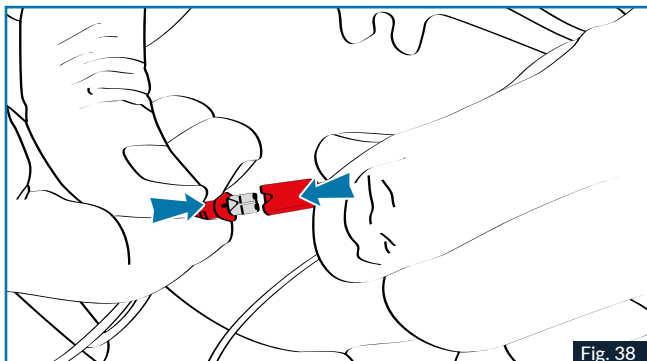

Fig. 38
9. Effectuer le branchement du microphone (connecteur rouge), et le clavier suivant la Fig..38